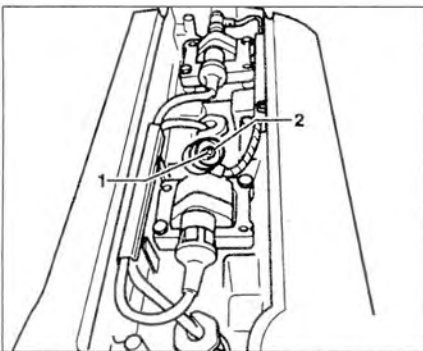

Рис. 2.94. Проверьте провода между 2-контактными разъемами и контактом 1 (красный) тестера на разрыв цепи.
17. Проверьте провода между 2-контактными разъемами и контактом 1 (красный) тестера на разрыв цепи (рис. 2.94). **Сопротивление провода:** макс. 1.5 Ом.